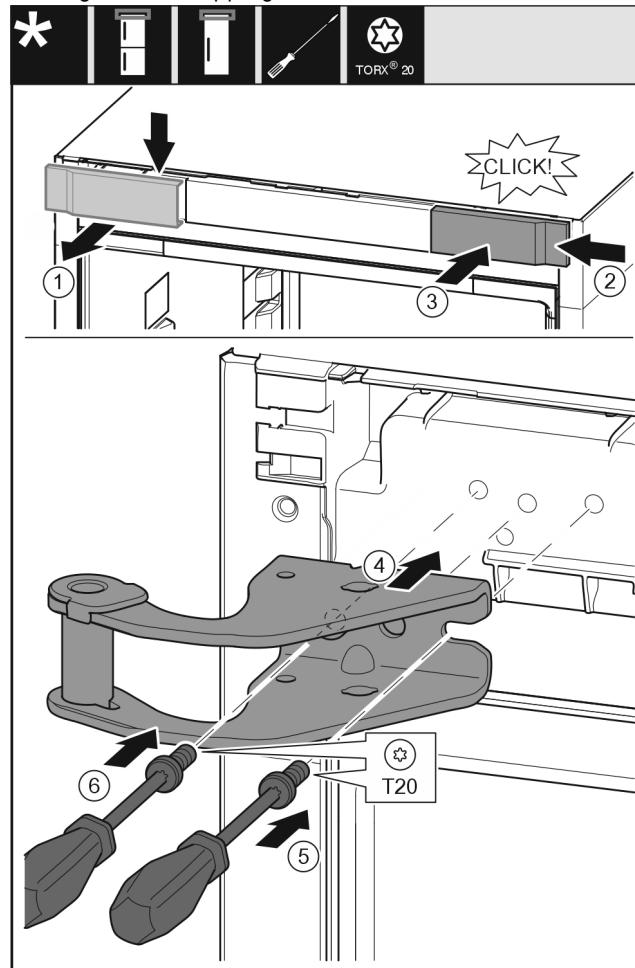

Fig. 11
- Fjern dekselet Fig. 11 (1) fra toppen og fremover.
- Snu dekselet Fig. 11 (2) 180° og heng det på den andre siden mot høyre.
- Smekk dekselet Fig. 11 (3) i lås.
- Plasser den øvre lagerbukken Fig. 11 (4).
- Sett inn og trekk til skruen Fig. 11 (5) med en skrutrekker.
- Sett inn og trekk til skruen Fig. 11 (6) med en skrutrekker.